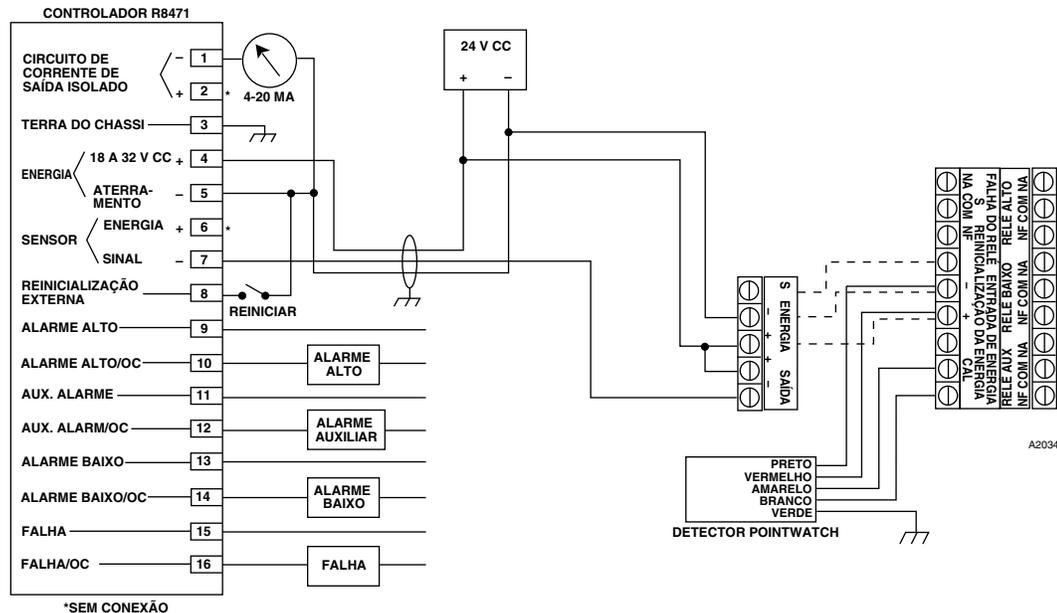

Figura 11 — Um sistema típico, Transmissor Infiniti com PointWatch conectado a um Controlador R8471, saída de corrente não isolada
- Figura 11 — Um sistema típico, Transmissor Infiniti com PointWatch conectado a um Controlador R8471, saída de corrente não isolada